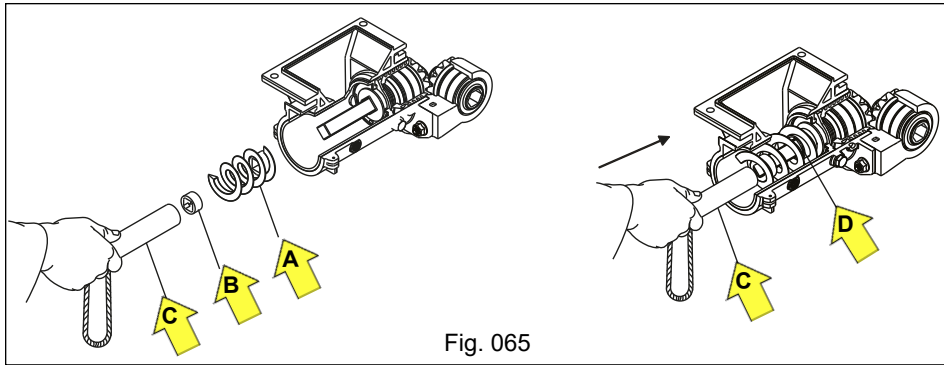

Fig. 065
c) Após a limpeza ou substituição, coloque a rosca sem fim “A”, juntamente com o anel trava “B”, através do tubo fixador “C”, observando que a rosca sem fim e o anel trava fique bem posicionados na base do eixo acionador “D” (Fig. 065).